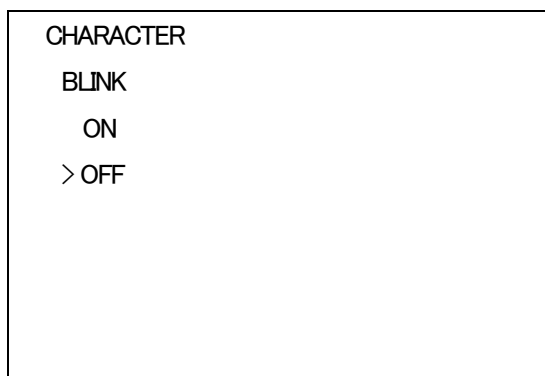

図4-9 オンスクリーンメニュー (BLINK例)
- 1) キャラクターメニューで「BLINK」を選択し、**ENTER**ボタンを押すと図4-9のような設定メニューが表示されます。